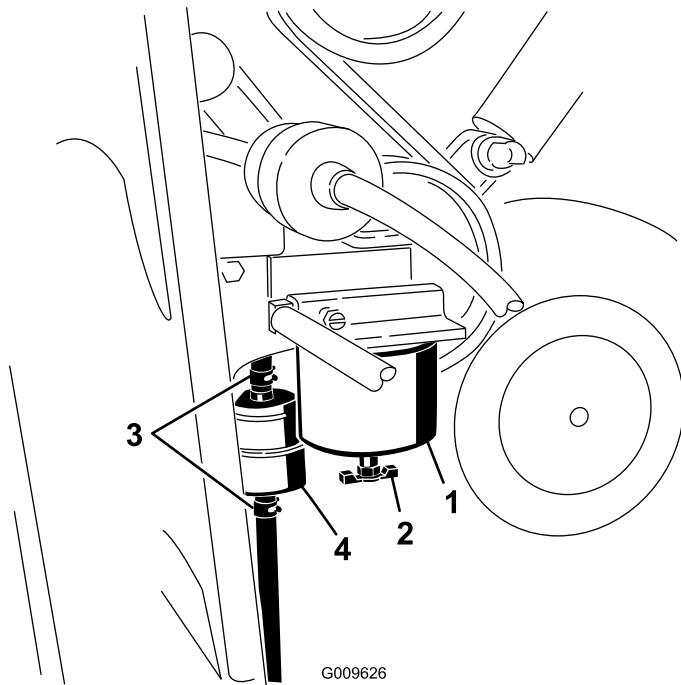

Figura 36
1. Localice el filtro de combustible en el lado derecho del motor (Figura 36) , y coloque debajo un recipiente limpio.
6. Localice el filtro en línea detrás del cartucho del filtro de combustible (Figura 36) y observe la flecha de sentido de flujo impresa en el lateral del filtro en línea.
7. Abra las abrazaderas de cada extremo del filtro en línea y retire los manguitos del mismo (Figura 36). Deseche el filtro.
8. Deslice los manguitos sobre el extremo de un filtro nuevo (Figura 36), asegurándose de que la flecha del filtro apunta en el mismo sentido que en el filtro viejo.
1. Localice los filtros de combustible en el lado derecho del motor (Figura 36) , y coloque debajo un recipiente limpio.
2. Limpie la zona de montaje del cartucho del filtro (Figura 36).
3. Retire el cartucho del filtro y límpie la superficie de montaje (Figura 36).
5. Instale el cartucho del filtro a mano hasta que la junta entre en contacto con la superficie de montaje, luego gírela media vuelta más (Figura 36).